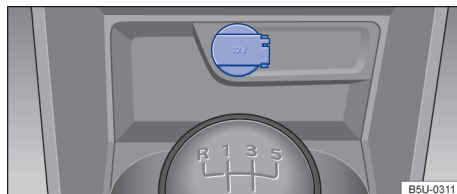

Fig. 106 En la consola central delantera: toma de corriente de 12 V.
- En la consola central delantera → fig. 106.